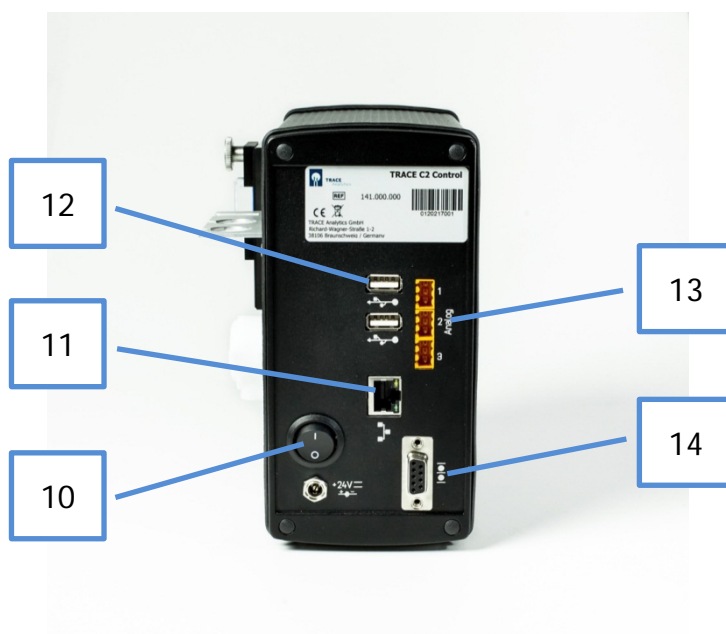

Abbildung 8: Rückseitige Ansicht des MultiTRACE
Die rückseitige Ansicht des MultiTRACE ist in Abbildung 8 dargestellt. Durch das Betätigen des Netzschalters (10) kann das Gerät ein- bzw. ausgeschaltet werden. Das elektrochemische Signal des Biosensors wird mit Hilfe der Kalibrierdaten intern zu einem Konzentrationswert umgerechnet. Die Ausgabe des Messwertes erfolgt nach Abschluss der Analyse über einen an den Ethernet-Anschluss (11) angeschlossenen PC. Es besteht die Möglichkeit, die Signale über die analogen Signalausgänge (13) ausgeben zu lassen. Folgende Bereiche sind möglich: 0..10 V, 0..20 mA, 4..20 mA. Die USB-Schnittstelle (12) sowie die serielle Schnittstelle RS232 (14) können ebenfalls zur Datenübertragung genutzt werden.